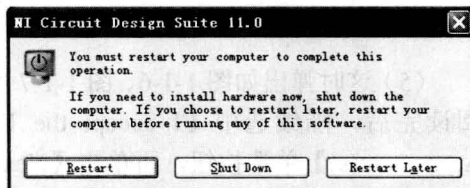

图 1-1-11 消息框
(9) 单击【Finish】按钮后，弹出如图 1-1-11 所示的消息窗口，单击【Restart】按钮重启计算机。